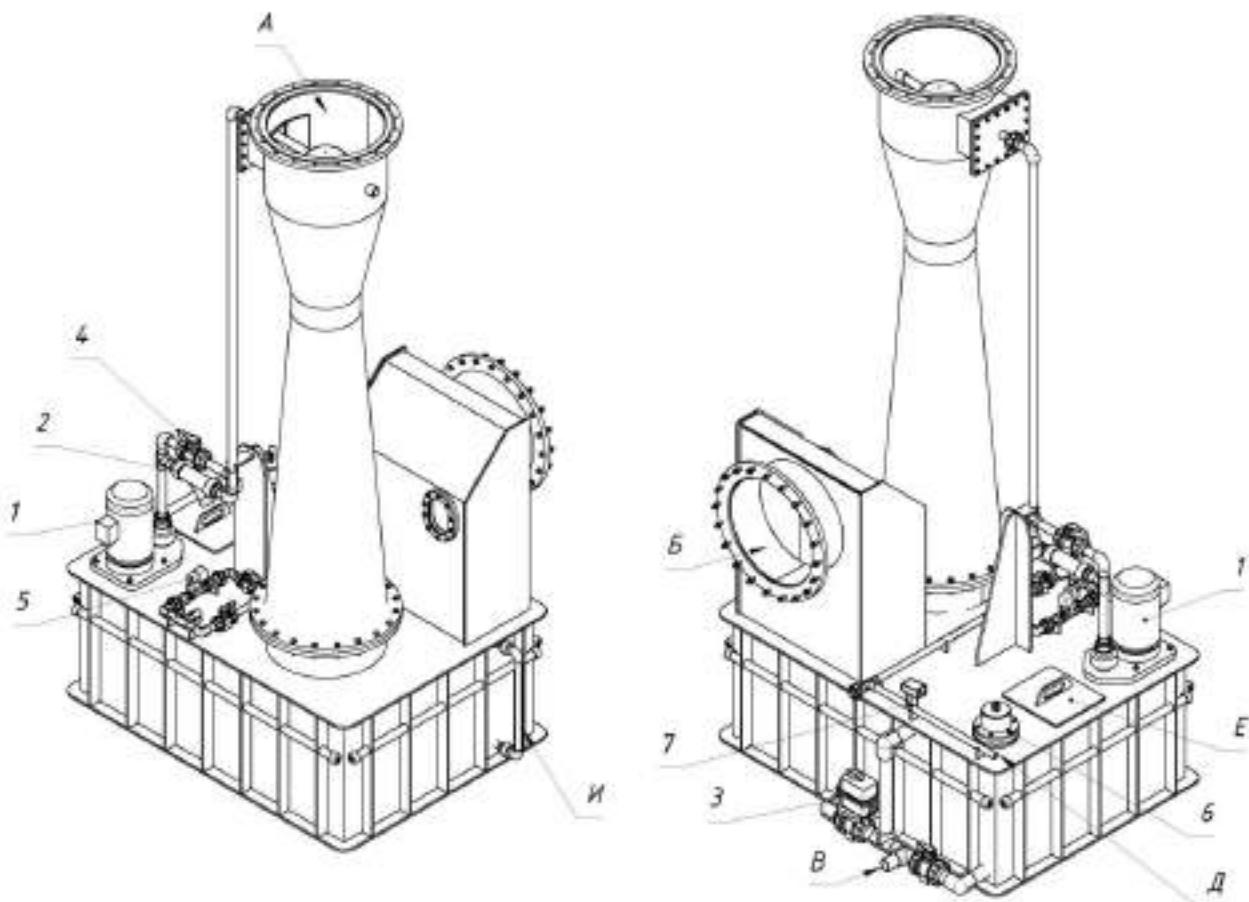

Рис. 1 Установка Вентури-450 ХИМВЕНТ.
4.2 Присоединить трубу Вентури к буферной ёмкости, как показано на рис.1, с помощью метизов (Болт, две шайбы, гайка)
7.1 Установка поставляется в разобранном виде и состоит из двух частей: буферная ёмкость и трубы Вентури. Рис.1